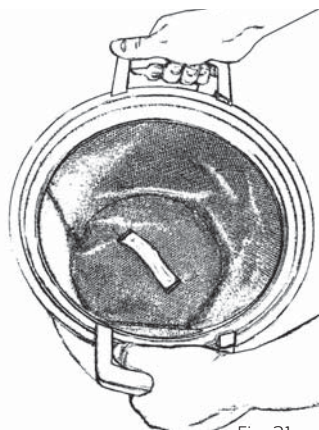

Fig. 21
2. Ta ikke filtret ut av beholderen. Rist istedet ut av filteret i beholderen, slik at støvet i filtret løsner og faller ned i beholderen, Fig. 21.